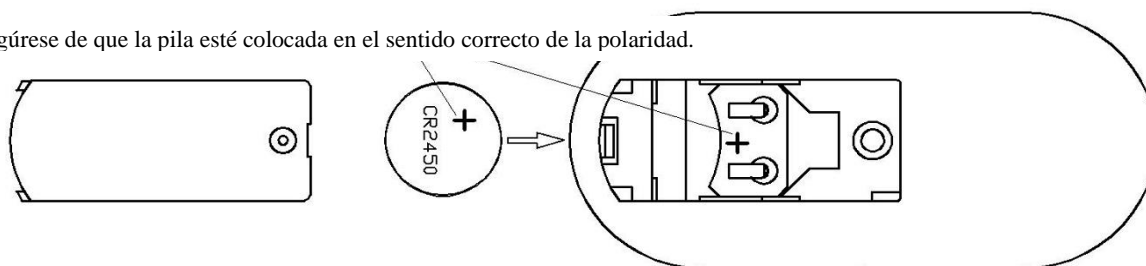

Fig. 6
Instale una pila tipo CR2450 CC de 3V en el mando a distancia. Asegúrese de que la pila esté colocada en el sentido correcto de la polaridad. (Fig. 6)
- Instale la pila en el mando a distancia. Asegúrese de que la pila esté colocada en el sentido correcto de la polaridad. (Fig. 6)